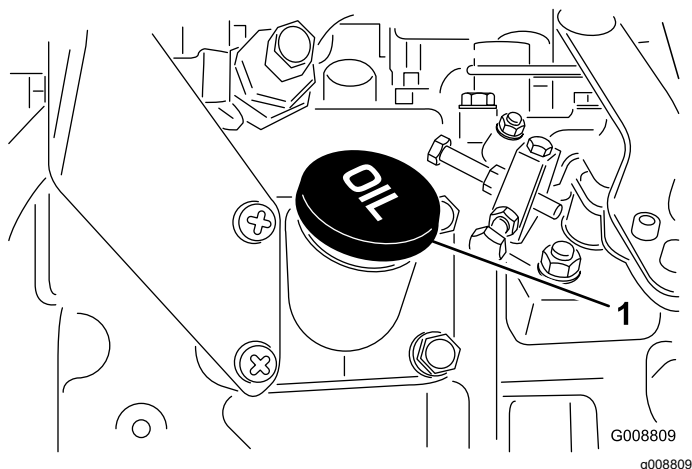

Figura 34
4. Se l'olio non raggiunge i parametri di sicurezza, togliete il tappo di riempimento (Figura 34) e aggiungete olio finché il livello non raggiunge la tacca Full. **Non riempite troppo.**